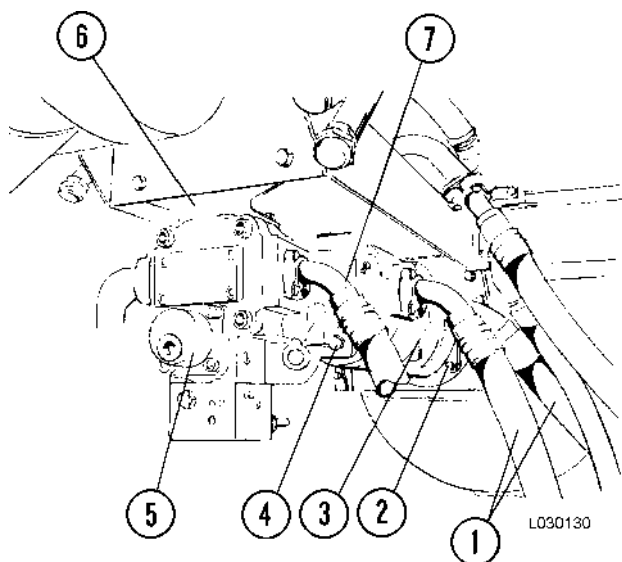

FIGURA 3-2. BOMBA HIDRAULICA
5. Suelte los pernos que aseguran las mangueras de entrada y salida (1, Figura 3-2) en la bomba de izaje y deje que drene el aceite. Retire las mangueras de entrada y salida. Tape o cubra todos los ductos y las entradas y salidas de la bomba para evitar que se contaminen.
8. Saque los cuatro pernos (2, Figura 3-2) que aseguran la bomba de izaje a la abrazadera de soporte delantera. Saque los seis pernos que sujetan la abrazadera de soporte (6) al soporte del módulo de la bomba. Saque la abrazadera de soporte.
3. Lubrique el eje estriado de la bomba de la dirección y alinee con el acoplamiento (9). Monte la bomba de izaje a la bomba de la dirección y monte los pernos (10) con arandelas endurecidas y apriete los pernos a torque estándar. Suba las bombas a su posición.
6. Apriete los pernos de la abrazadera de soporte de la bomba de dirección (6, Figura 3-2) a torque estándar.